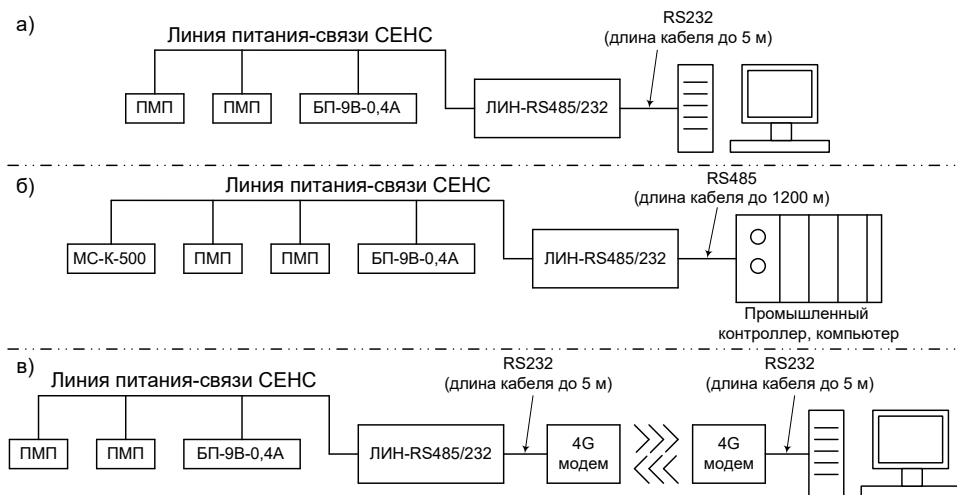

Рисунок 1 – Варианты применения адаптера совместно с устройствами СЕНС
2.2.2 Варианты подключения адаптера в режиме работы «ЛИН-RS485/232» (рисунок 1):